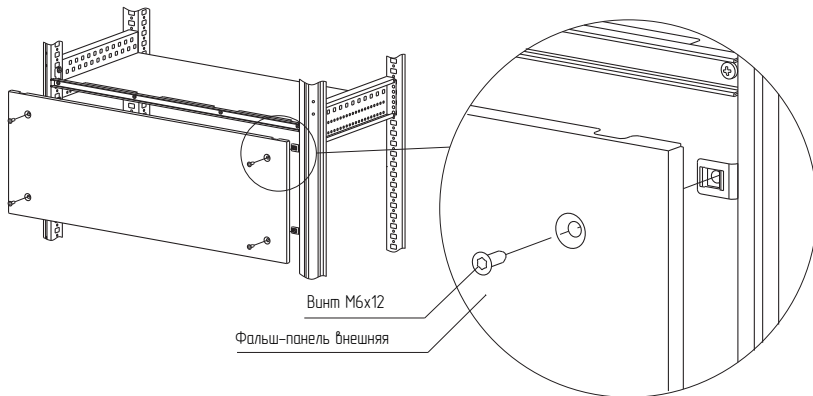

Рисунок 50
4.26.4 Закрепить фальш-панель внешнюю винтами М6×12 (рисунок 50). Момент затяжки – 7 Н·м.